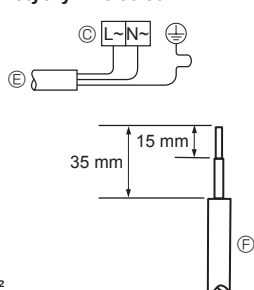
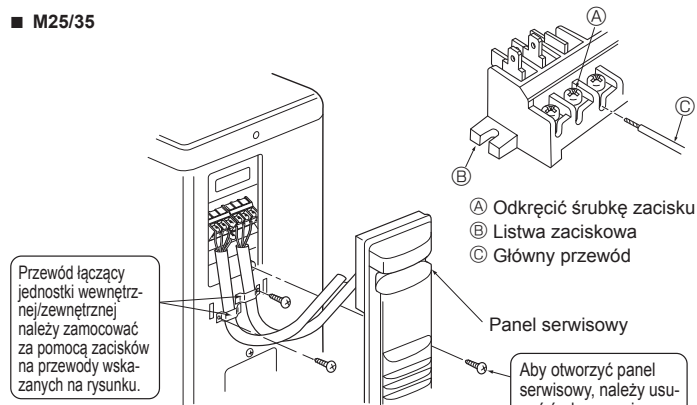
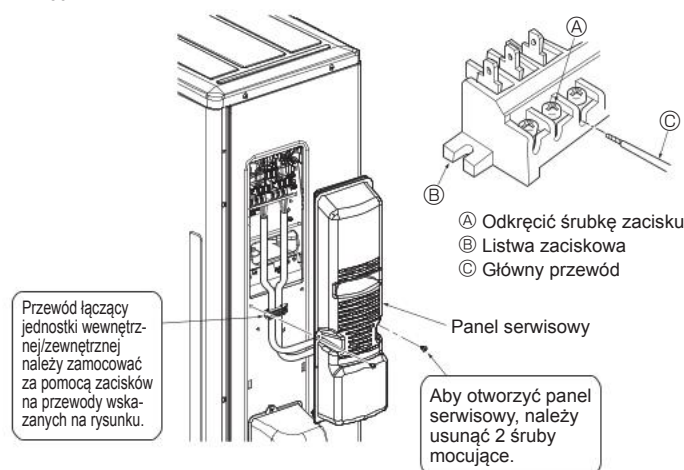

Fig. 6-2
Fig. 6-3
Fig. 6-5
6.1. Jednostka zewnętrzna (Fig. 6-1, Fig. 6-2, Fig. 6-3, Fig. 6-4, Fig. 6-5)
- ① Usunąć panel serwisowy.
- ② Podłączyć przewody zgodnie z Fig. 6-1, Fig. 6-2, Fig. 6-3, Fig. 6-4 i Fig. 6-5.
- Przewody należy poprowadzić zgodnie ze schematem po lewej stronie poniżej (przewód zakupić we własnym zakresie) (Fig. 6-2).